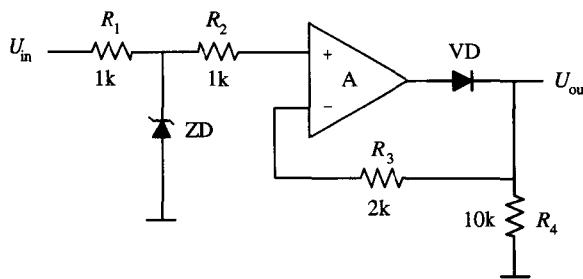
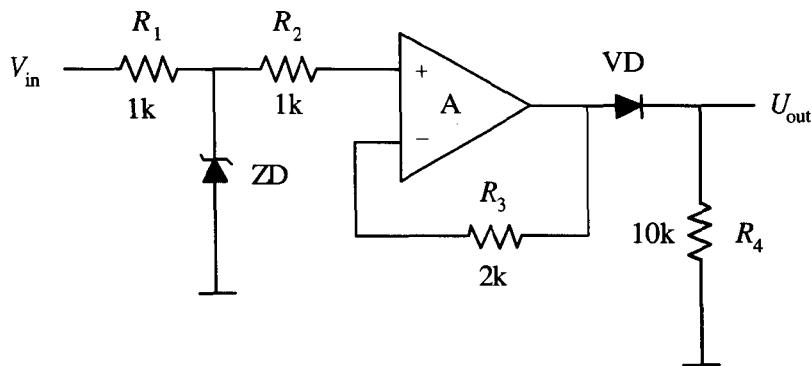

图 1-13
图 1-14
如图 1-13 和图 1-14 所示，ZD 为稳压二极管，稳定电压为 3V，VD 为普通二极管，正向压降 0.7V，反向击穿电压 100V，其余元件的参数如图中所示。运算放大器为理想运放，电源电压为 $\pm 15V$ ，输入电压 $U_{in} = 5 \sin 100\pi t (V)$ 。
1. 绘制图 1-13 所示电路的输出电压波形图，说明图 1-13 中的电路功能。
2. 绘制图 1-14 的输出电压波形图，说明二极管 VD 在负反馈环路内和负反馈环路外的区别。
解题思路，在图 1-13 中，利用运放“虚短-虚断”的特点， R_2 上没有电流通过，同相端电位等于 ZD 端的电位，当输入电压超过 ZD 稳压值时，ZD 开始稳压作用，使同相端电位固定为 3V；另一方面，同理 R_3 上也没有电流通过，因此同相端电位就直接等于 R_4 上端电位，即为输出电压。由此运放输出到二极管 VD，再到 R_4 形成通路，得到输出波形。
而在图 1-14 中，同相端分析同上，根据电路连接关系，反相端电位与运放输出电位相同，即等于同相端的电位，而后再在二极管整流后输出，波形输出很容易得到。